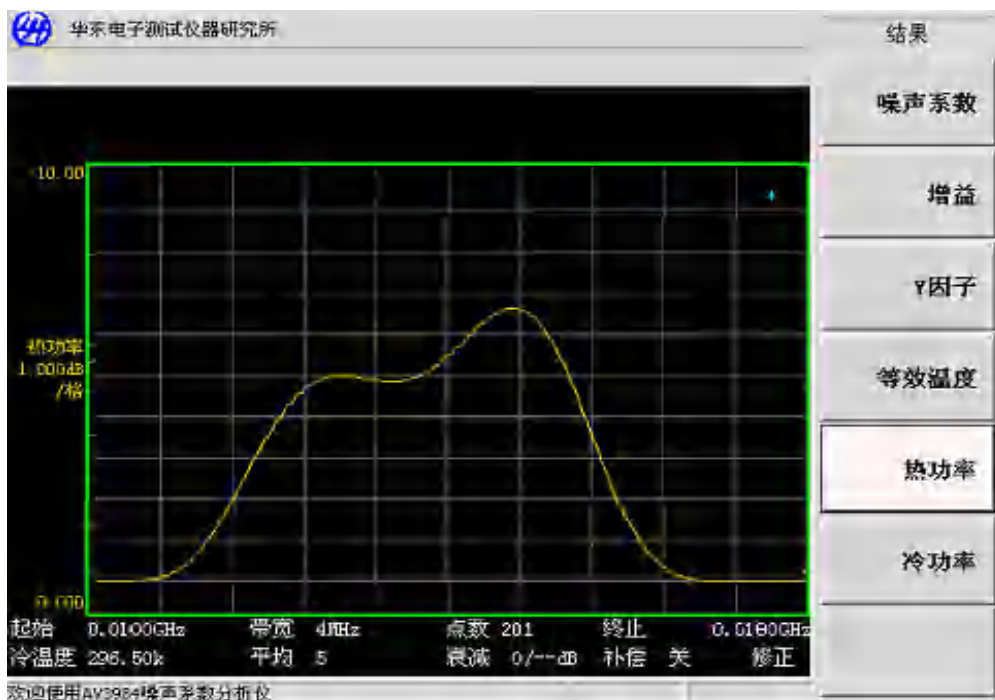

图 10-3 典型 4MHz 带宽滤波器形状
- 15) 得到测量的 Phot 值和执行计算之前，请确认显示的滤波器形状接近于下面图 10-3